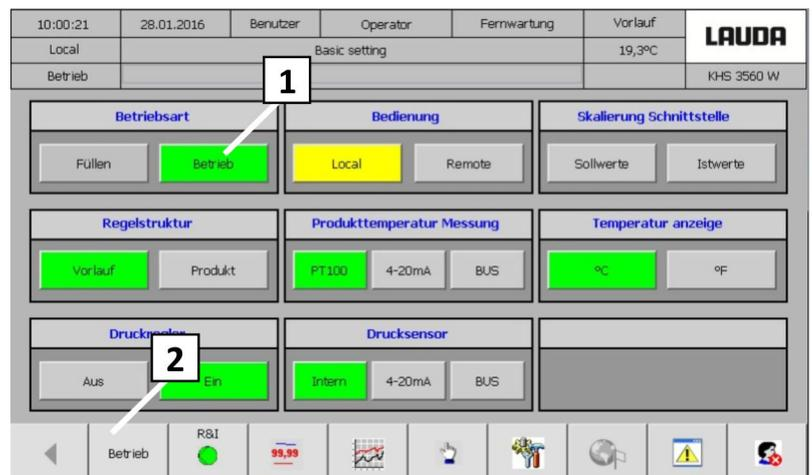

Abb. 73: Bildschirm Grundeinstellung
**14.** Wahlschalter am Touchscreen von „Füllen“ auf „Betrieb“ umschalten (Abb. 73 [1])
**16.** Bildschirm Betrieb aufrufen (Abb. 73 [2])